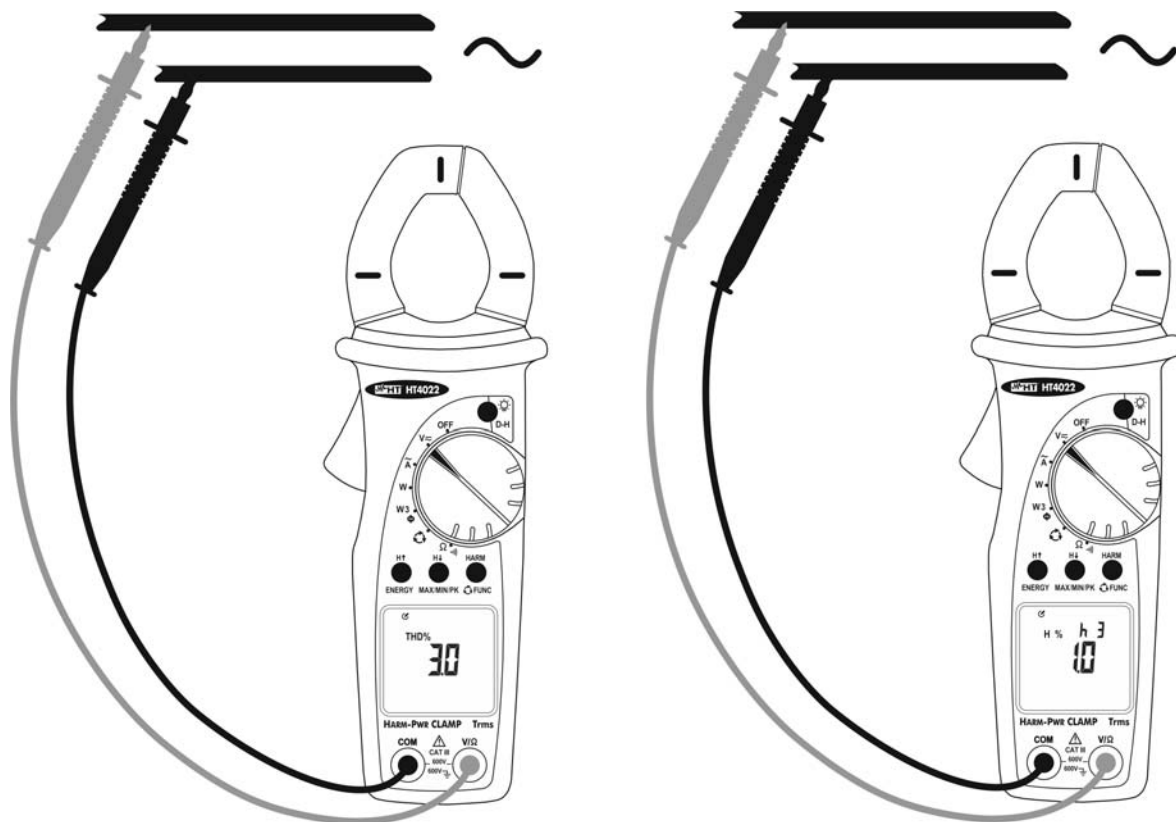

Fig. 6: Análisis armónico de la tensión
4. Posicione las puntas de prueba en el punto deseado del circuito en examen (ver Fig. 6). El instrumento visualizará el símbolo "**THD%**" correspondiente a la medida porcentual de la Distorsión Armónica Total de la tensión en examen (para conocer el significado de los parámetros medidos vea el § 8)